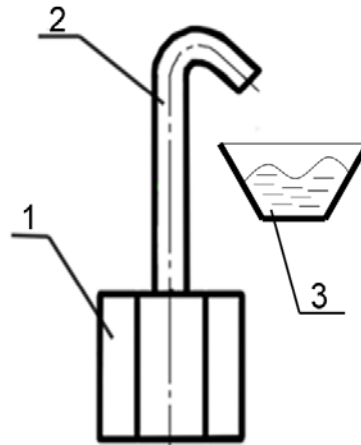

Рисунок 23. Эскиз контрольного приспособления.
нажимной гайкой на одном конце и вторым концом, отогнутым в сторону на 90° (рисунок 23);
– определите положение градуированной шкалы на корпусе демпфера 2 относительно установочного штифта 3, закрепленного на крышке распределения 1 (рисунок 23).